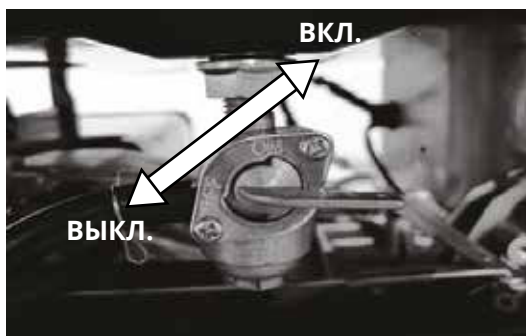

Рис. 3.1
1. Поверните рычаг топливного крана в положение «ВКЛ» (**рис. 3.1**).
3. Поверните рычаг топливного крана в положение «Выкл». (**рис. 3.1**).